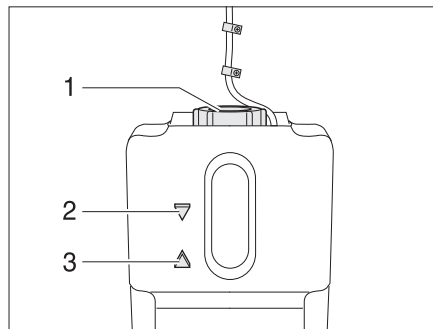

Fig. 291 Recipiente de compensación para la calefacción de agua caliente
- Comprobar si en el recipiente de compensación (Fig. 291) el líquido está entre las marcas "MIN" (Fig. 291,3) y "MAX" (Fig. 291,2).
- Abrir la tapa giratoria (Fig. 291,1) del recipiente de compensación.